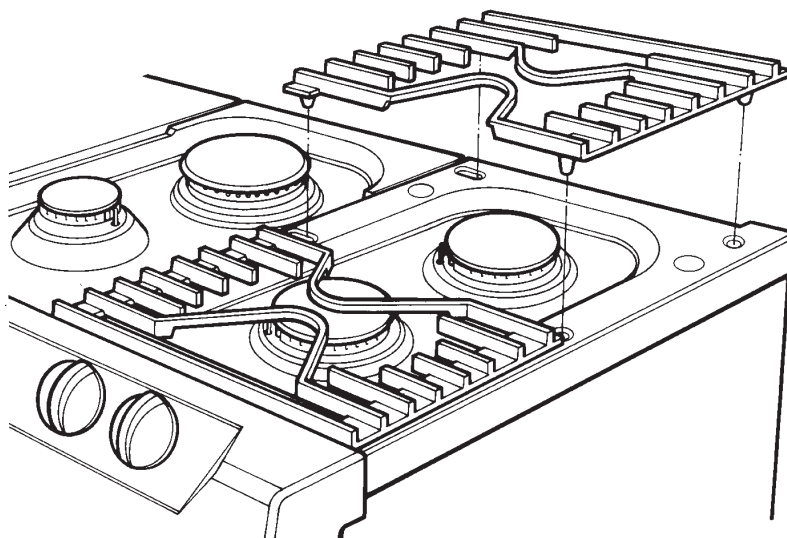

Fig. 22
2. Quitar los soportes de las cacerolas, y las tapas de los quemadores (Ver fig. 22)
3. Quitar los tornillos fijadores de los quemadores (14) y las tuercas fijadoras de la placa de hornillos (8).
4. Despegar los aros fijadores de los quemadores (6).